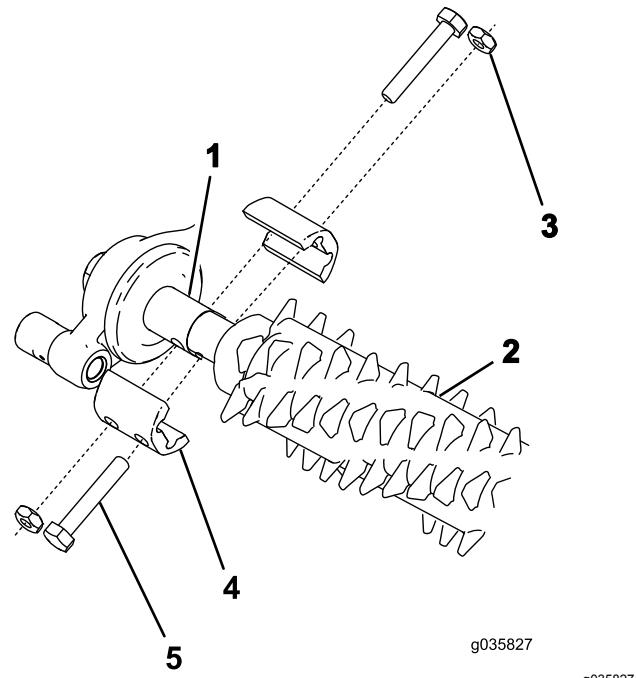

Figura 14
trasmissione del grooper e del gruppo tendicinghia (Figura 14).
3. Fissate il grooper alla macchina come illustrato nella Figura 14, utilizzando 4 bulloni (1/4" x 1 1/2"), 4 controdadi e 4 serratubi dell'albero.